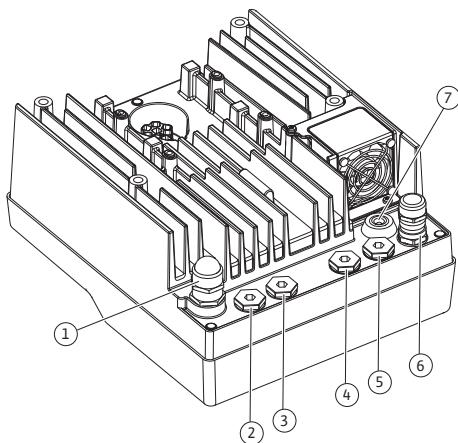

Fig. 19: Kabelske uvodnice/kabelske provodnice
4. Priklučni kabel treba provesti kroz kabelsku uvodnicu M25 (Fig. 19, poz. 1). Kabelsku uvodnicu stegnite utvrđenim zakretnim momentom.